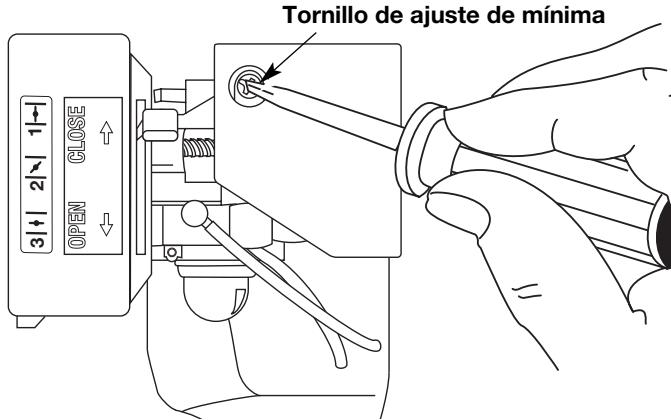

Fig. 22
La velocidad mínima del motor puede ser ajustada. Puede tener acceso al tornillo de ajuste de mínima a través de un orificio en la parte superior de la cubierta del motor (Fig. 22).
- Suelte el gatillo del regulador y deje que el motor funcione en marcha lenta. Si el motor se para, inserte un pequeño destornillador Phillips o de vástago plano en el orificio de la cubierta del silenciador / filtro de aire (Fig. 22). Gire el tornillo de marcha lenta en sentido horario, de a 1/8 de vuelta por vez (según sea necesario) hasta que el motor funcione en mínima.